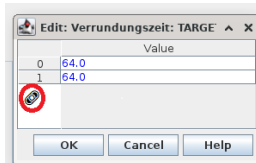

Bild 6: Werte entkoppeln (Kettengliedsymbol)
- bei zwei Werten, die gleich sein sollen, soll der Wert nur einmal eingegeben werden. Der andere Wert wird automatisch übernommen (z.B. Verrundungszeit). Sollen die Werte unter bestimmten Voraussetzungen unterschiedlich sein, soll es möglich sein, unterschiedliche Werte einzugeben, Button klicken (Kettengliedsymbol) um die Werte zu entkoppeln (Bild 6)